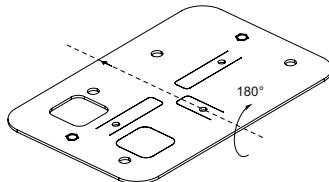
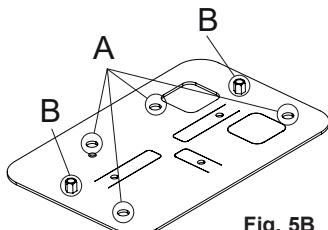

Fig. 5A
Fig. 5B
- 2) Ruotare la piastra di 180° sempre con la freccia che punta verso la cremagliera (Fig. 5A), posizionarla rispettando le misure di Fig. 3 e usarla come dima per marcire la posizione dei 4 fori per i tasselli (rif. A) e delle viti di ancoraggio del motoriduttore (rif. B) (Fig. 5B). Ruotare la piastra è necessario perché altrimenti gli inserti filettati impediscono di posare la piastra in piano.